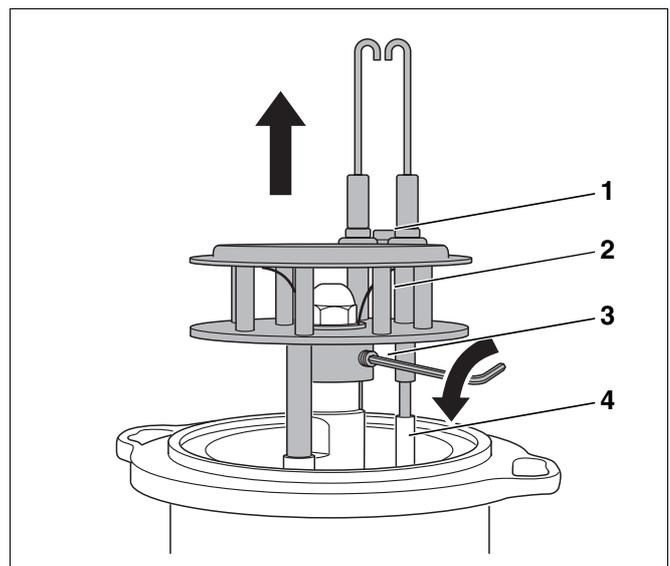

Abb. 27 Mischsystem demontieren
- Schraube (Abb. 27, **Pos. 1**) zwischen den Zündelektroden lösen.
- Zündleitungen (Abb. 27, **Pos. 4**) abziehen.
- Gewindestift (Abb. 27, **Pos. 3**) lösen und Mischsystem (Abb. 27, **Pos. 2**) demontieren.
- Mischsystem (Abb. 27, **Pos. 2**) nach oben abziehen.